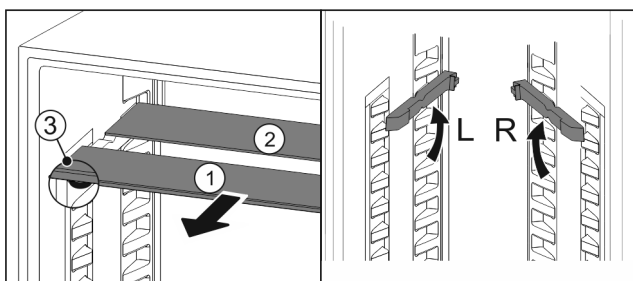

Fig. 18
- estrarre i ripiani di vetro singolarmente tirando in avanti Fig. 18 (1).
- ▷ Il piano in vetro Fig. 18 (1) con il motivo ornamentale è nella parte anteriore.
- ▷ I fermi Fig. 18 (3) sono rivolti verso il basso.